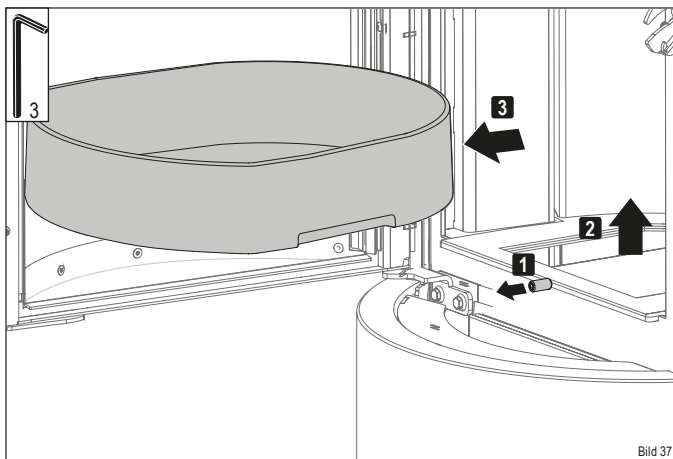

Bild 37
- ▶ Entnehmen sie den Feuerrost aus dem Feuerraum (Bild 37).